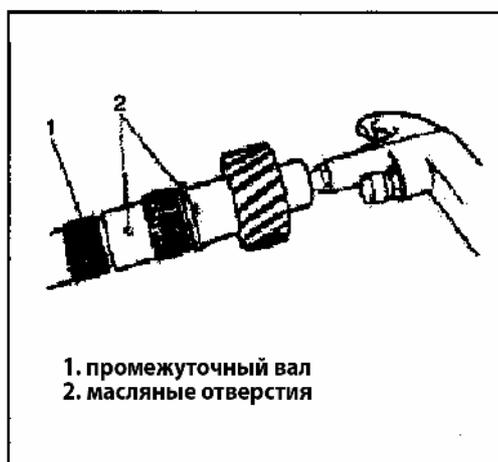

Рис. 382
- 3) Гарантируйте нормальное смазывание деталей, очистите каждое масляное отверстие при помощи сжатого воздуха (Рис. 382).